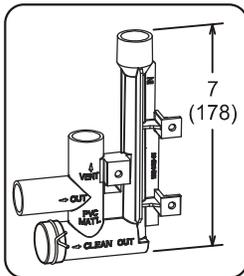

FIGURA 53
Esta unidad está diseñada para salida de la tubería de condensado a la derecha o a la izquierda en aplicaciones de flujo ascendente. En aplicaciones horizontales, la trampa de condensado se debe extender debajo de la unidad. Se requiere un espaciamiento de servicio de 8" para la trampa de condensado. Consultar las Figuras 45 y 47 para las ubicaciones de las trampas de condensado. La Figura 53 muestra el ensamble de trampa usando PVC de 1/2" o PVC de 3/4".
- 3 - Instale la tapa sobre la abertura de limpieza en la base de la trampa. Sujétela con una abrazadera. Ver la Figura 53.
- 4 - Instale la trampa de drenaje con los accesorios de PVC apropiados y aplique pegamento a todas las uniones. Aplique pegamento a la trampa de drenaje como se muestra en la Figura 53. Dirija la línea de condensado a un drenaje abierto. La línea de condensado debe mantener una inclinación hacia abajo de 1/4" desde el calefactor al drenaje.